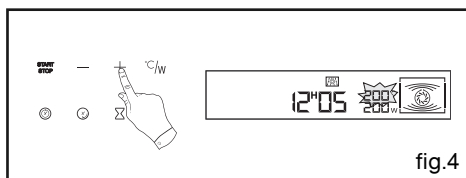

fig.4
- Pas die aan met de toetsen + of - tot de gewenste temperatuur die u wilt opslaan. (fig.4).